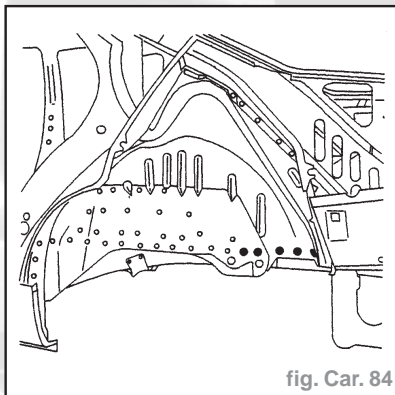

fig. Car. 84
- Dégraffer la ligne de points à l'aide d'une fraise de  $\varnothing 8$  mm (fig. Car. 84 et 85).